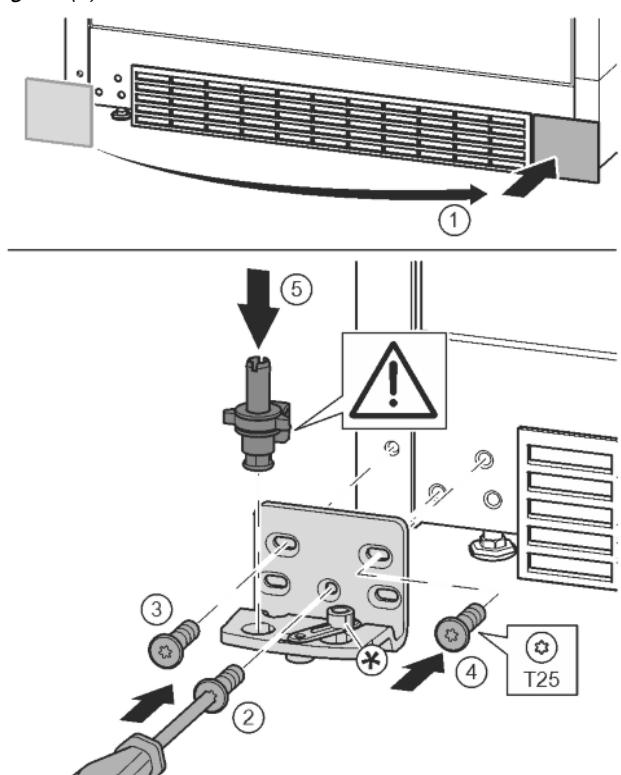

Fig. 17
- Skinite pokrov i postavite ga na drugoj strani. Fig. 17 (1)
- Postavite podložak ležaja na drugoj strani i zavijte pomoću odvijača T25. Započnite s vijkom 2 dolje u sredini. Fig. 17 (2)
- Pritegnite vijak 3 i 4. Fig. 17 (3, 4)
- Kompletno umetnute podložak ležaja. Pri tome pazite da je ispuštenje za blokiranje okrenuto prema otraga. Fig. 17 (5)